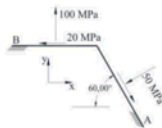

Figura 2
2) [3,00] Na figura 2 estão representadas as tensões em duas facetas (A e B) num ponto no interior de uma chapa de aço (EPT).